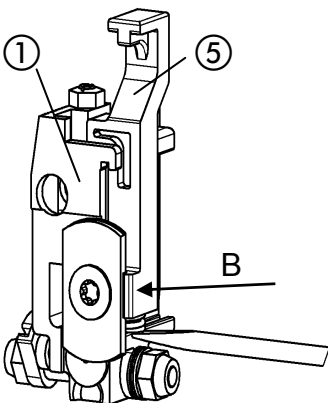

Fig. 34
- Fig. 34 -
- Volver a montar la guía deslizante de la cuchilla ⑤ de nuevo en la caja portacuchillas ① (Flecha B). En este caso presionar junto el resorte de compresión de la guía deslizante de la cuchilla con un destornillador e introducirlo en la caja portacuchillas. Observe que el resorte de compresión no se doble.